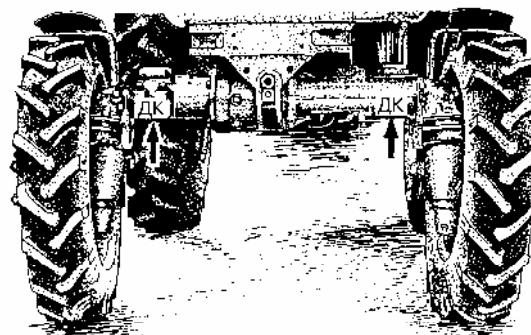

Рис. 79. Места поддомкрачивания трактора
9.4.2. Поддомкратьте трактор до отрыва шин от опорной поверхности на 8-10 см. Установите подставки под переднюю ось или рукава конечных передач ПВМ (рис. 79).